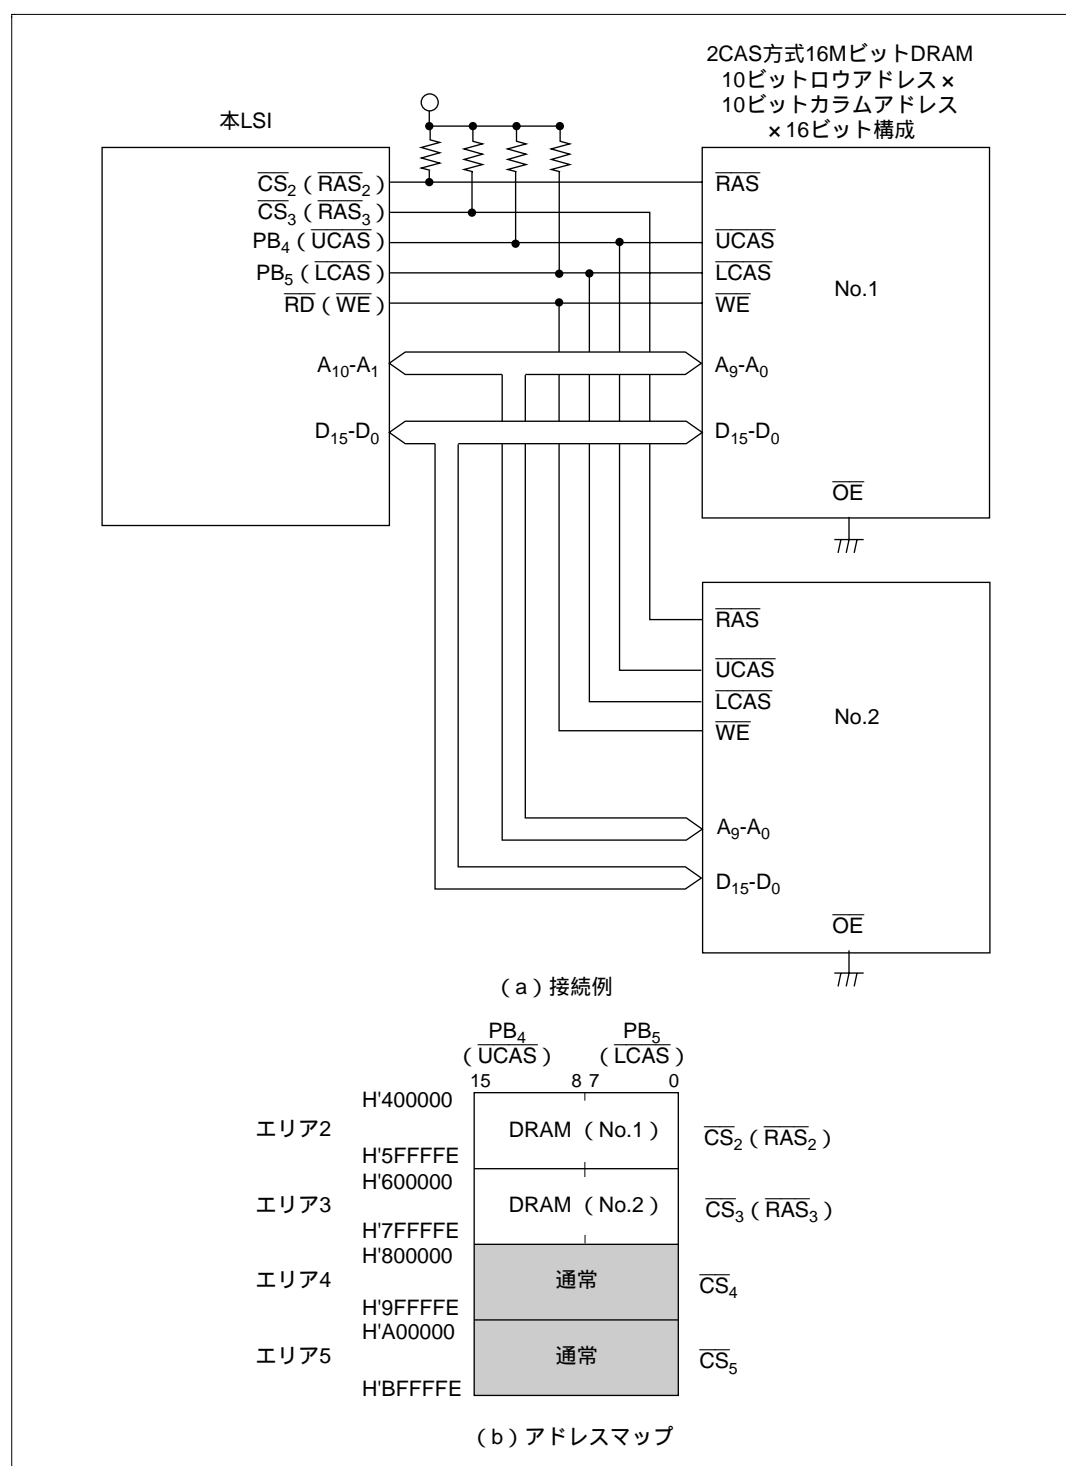

図 6.31 ×16 ビット構成(2CAS 方式)の 16M ビット DRAM の接続例とアドレスマップ
- (1) 図 6.31 に $\times 16$ ビット構成 (2CAS 方式) の 16M ビット DRAM を 2 個使用する場合の接続例とそのアドレスマップを示します。本例では 10 ビットロウアドレス \times 10 ビットコラムアドレスのタイプのものを使用しています。エリア 2～5 を DRAM 空間に設定することにより最大 4 個の DRAM を接続できます。